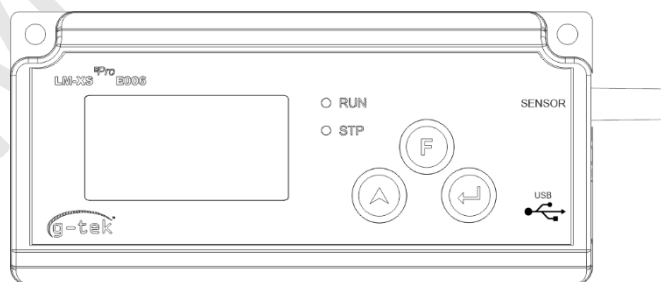

Figure 5 Prise du capteur externe insérée
- Le capteur sera inséré dans l'enregistreur de données LM-XS Pro E006 à l'aide d'un connecteur jack stéréo 3,50 mm à 4 contacts. Brancher le câble du capteur conformément à la figure 5.